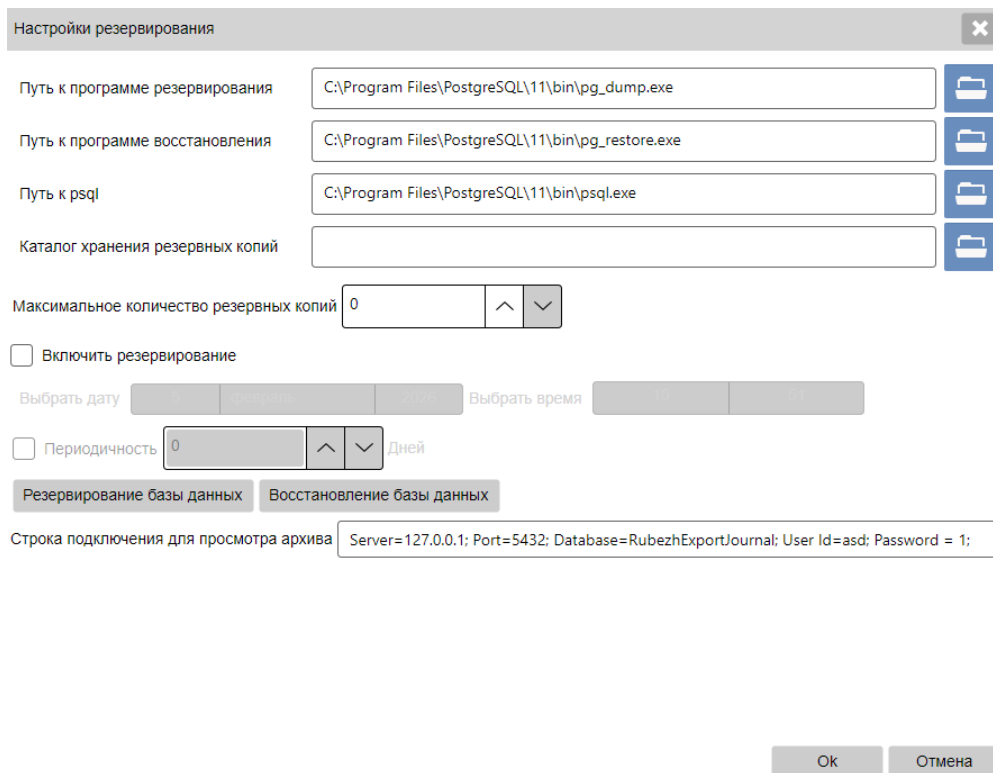

Рисунок 2.6 – Окно Настройки резервирования
2. В открывшемся окне **Настройка резервирования** ввести следующие данные (рисунок 2.6):